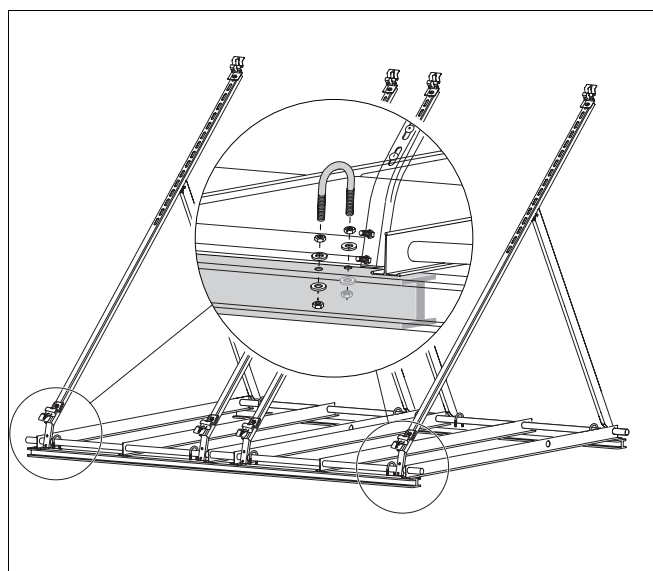

Abb. 35 Flachdachständer mit Bügelschrauben an Doppel-T-Trägern befestigen
Fixieren Sie jeden Flachdachständer (Abb. 35) mit mindestens vier bauseitig zu stellenden Bügelschrauben (1", M8/8.8).
- Verschrauben Sie die Bügelschrauben mit den Doppel-T-Trägern (vgl. Lupe Abb. 35).